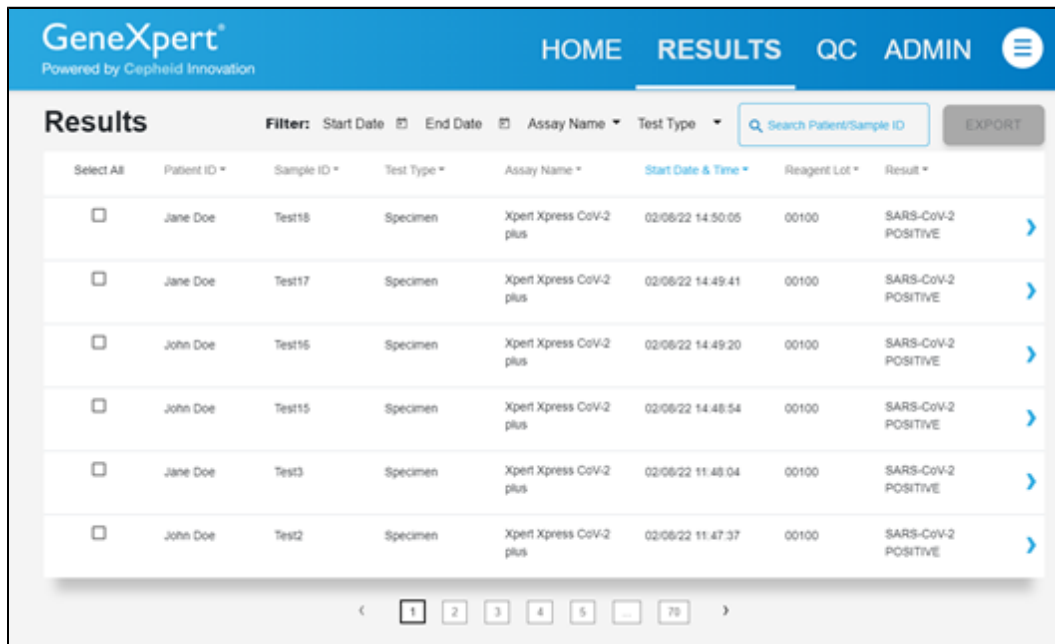
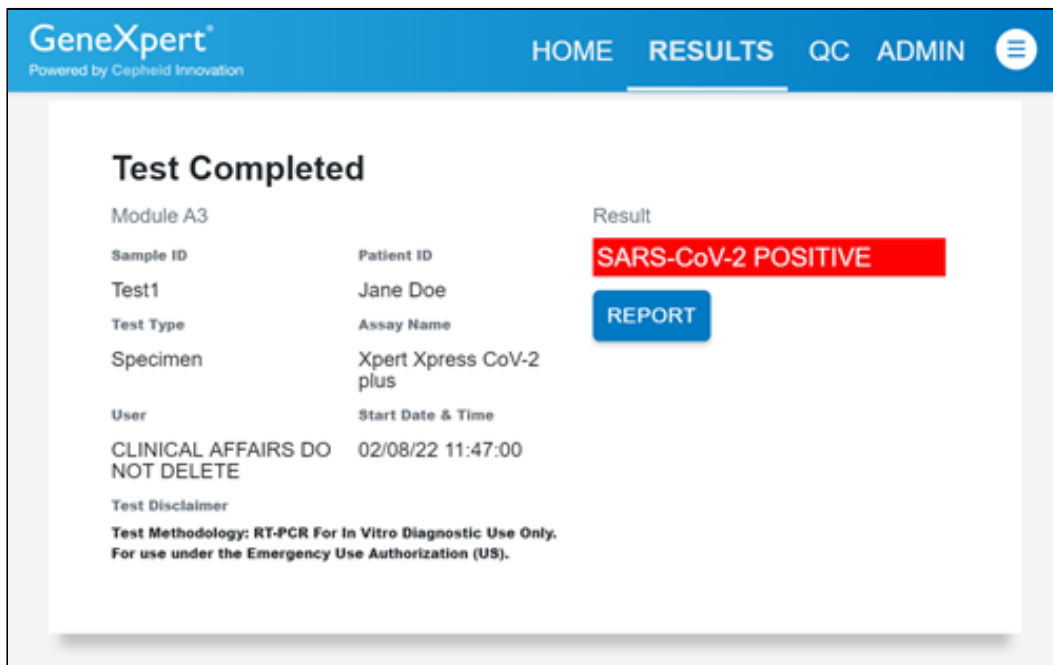

Figure 32. Écran Résultats (Results)
Figure 33. Écran Résultat du test (Test Result)
1. Appuyez sur le bouton **RÉSULTATS (RESULTS)** situé sur le panneau en haut de l'écran (voir la Figure 32). L'écran Résultats (Results) s'affiche (voir la Figure 33). Par défaut, les résultats de test sont organisés dans l'ordre selon la date et l'heure de leur exécution. Naviguez dans les pages de résultats de test en appuyant sur les boutons numérotés ou les flèches en bas de l'écran,
2. Appuyez sur le résultat souhaité pour ouvrir l'écran Résultat du test (Test Result) (voir la Figure 33).